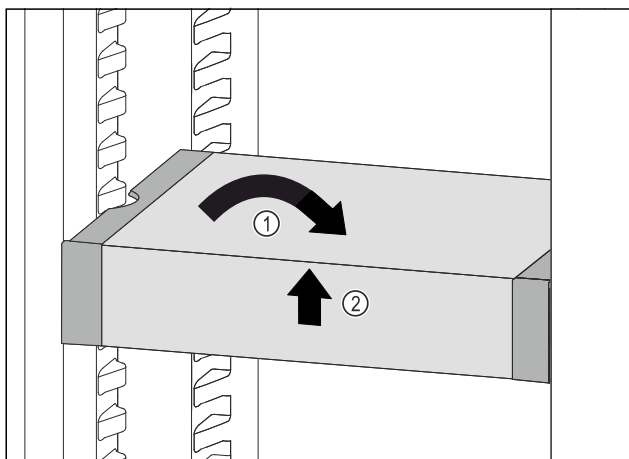

Fig. 240
- ▶ Изправете VarioSafe. Fig. 240 (1)
- ▶ Повдигнете VarioSafe отпред. Fig. 240 (2)